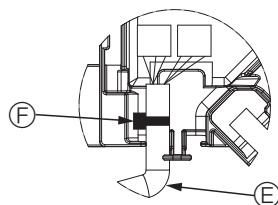

Fig. 6-11
- Coloque la abrazadera que sujetla el cable del motor de los deflectores del panel en la caja de conexión, tal como se muestra en el diagrama. (Fig. 6-11)